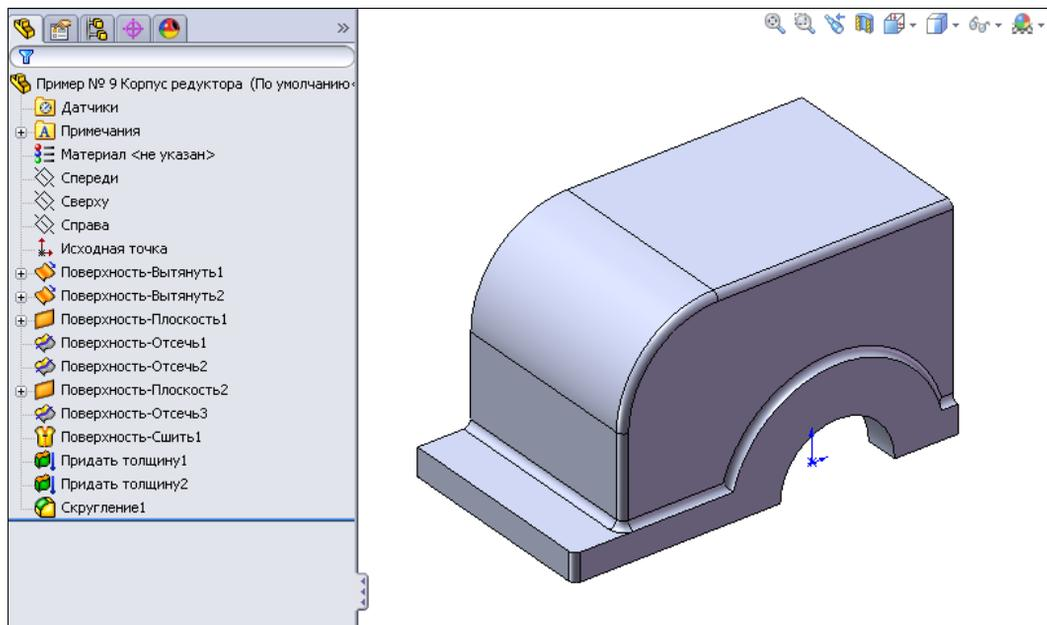

Рис. 2.114
23. Нажмем кнопку **OK**  и получим четверть корпуса редуктора (рис. 2.114).